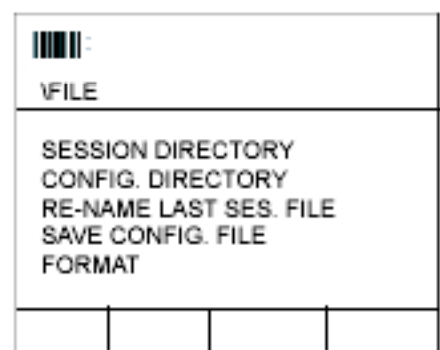

Bild 8-1: Datei Anzeige
1. Im Start Verzeichnis drücken Sie den **Datei** Softkey. Es erscheint die Anzeige wie in Bild 8-1.
1. In der Start Anzeige drücken Sie den **Datei** Softkey. Es erscheint die Datei- Anzeige (Bild 8-1).
3. In der Start Anzeige drücken Sie den **DATEI** softkey. Die Datei Anzeige erscheint (Bild 8-1).